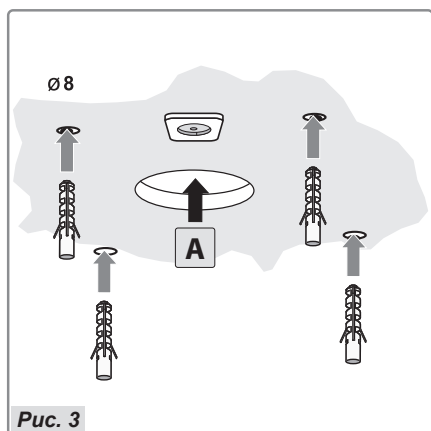

Рис. 3
– Сформируйте отверстие для выпуска воздуха А (рис. 3).